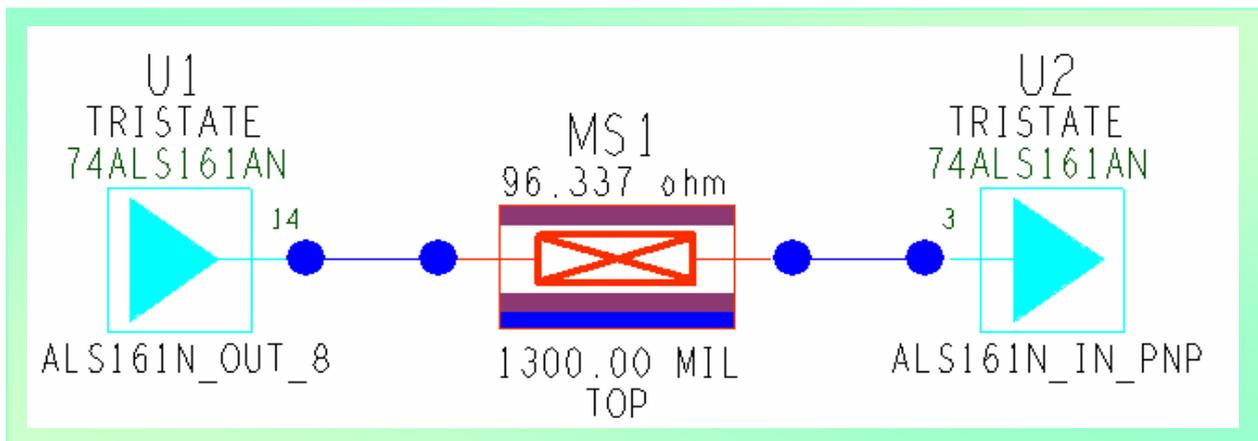

图 8.1 SigXplorer 中的拓扑结构 (左边是驱动、中间是传输线、右边是接收)
难严格设置提取拓扑的每一个参数),告知不能进行提取,要你选择是否进入修订程序“ Yes”,如果选择“ No”程序将忽略一些错误直接进入拓扑界面(SigXplorer 图 8.1)。如果选择“ Yes”,则依次进入下面的修正程序:
1.1 图 8.1 窗口对应的功能“ 标签”(底部)